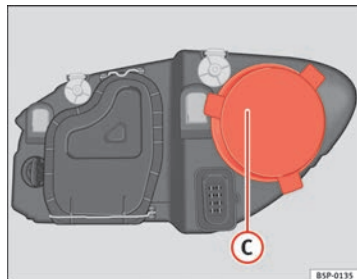

Abb. 168 Fernlicht
- Den Deckel ⇒ Abb. 168 ③ abziehen.